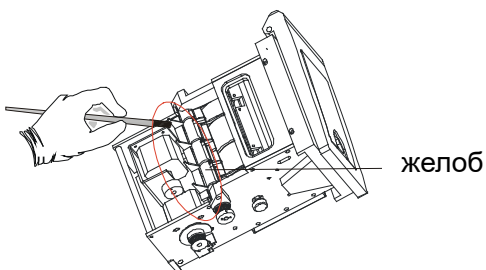

Рис. 7-4
- Очистите желоб щеткой, убедитесь в его чистоте (рис. 7-4).